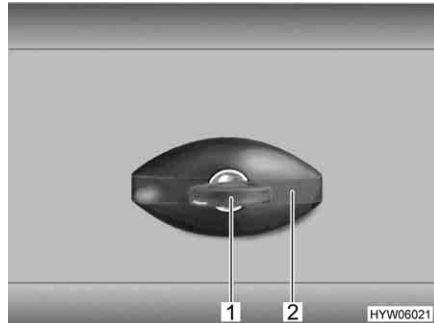

Fig. 28 Serrure du portillon, en forme d'ellipse
- Insérer la clé dans le barillet (Fig. 28,1) et la tourner d'un quart de tour dans le sens inverse des aiguilles d'une montre. La poignée de la serrure (Fig. 28,2) ressort.